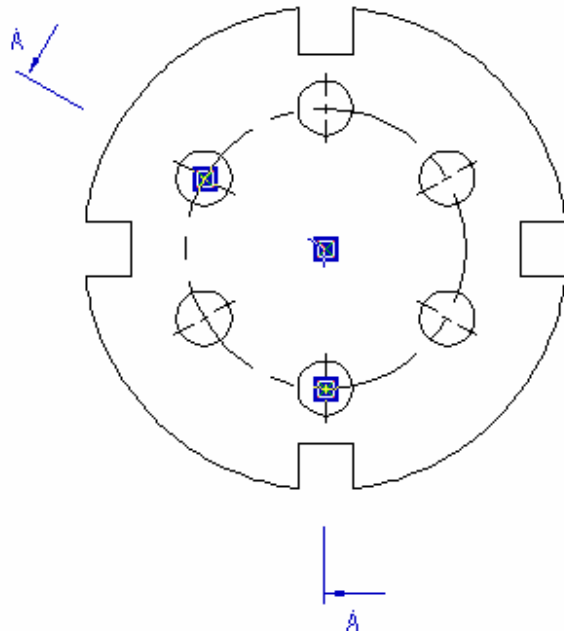
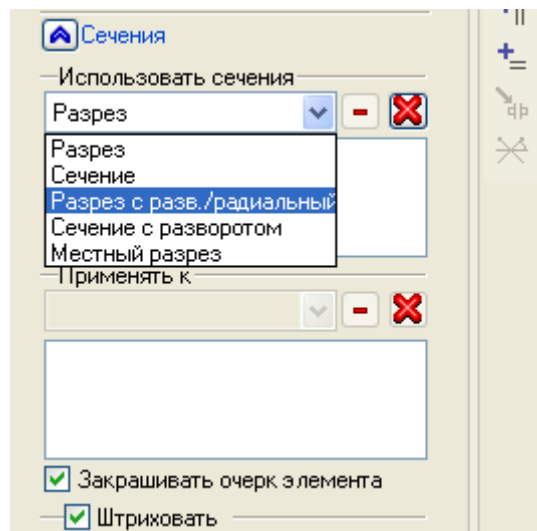
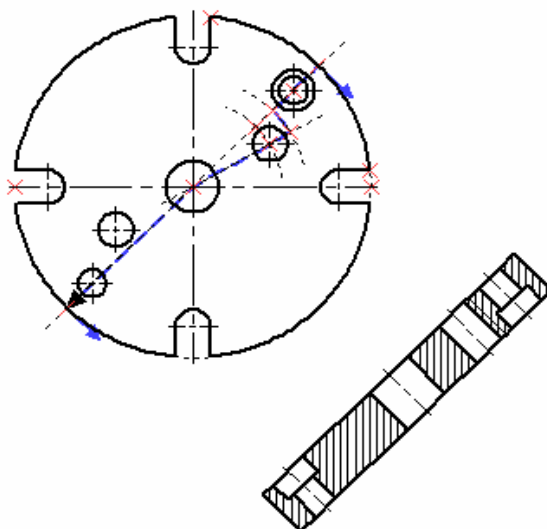

рис. 3
рис. 4
рис. 7
- Чтобы создать радиальный разрез надо создать элемент оформления – выбрать из меню «Чертеж» пункт «Обозначение вида» и далее опцию «Создать сложное сечение», затем (см. рис. 3) выбирать точки, через которые проходит линия разреза. После выбора последней точки необходимо нажать клавишу <End> или зеленую галочку в автоменю. При создании радиального разреза необходимо раскрыть закладку «Сечения» панели свойств команды «Создать 2D проекцию» (см. рис. 4), и в списке «Использовать сечения» выбрать значение «Разрез с разворотом/радиальный».
Создать 3D сечение удобнее всего командой 3SE «Построить сечение» на основе рабочей плоскости, аналогично команде SE при создании сложного сечения (см. рис. 3). Точки следует выбирать за пределами изображения (если необходимо, создав дополнительные построения), иначе тело дополнительно обрежется по границам 3D сечения. Если за основу создания 3D сечения взять 2D путь, то разрезать тело можно не только плоскими сегментами (рис. 7).